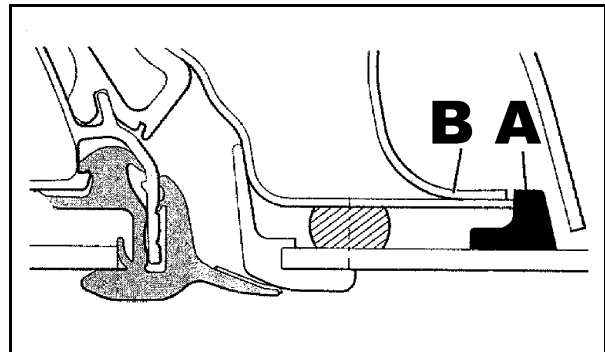

Abb. 2
- 4) Lege die Scheibe in den Flansch und drücke die Scheibe nach vorne bis der Anschlag (A, Abb. 2) die C-Säule berührt.